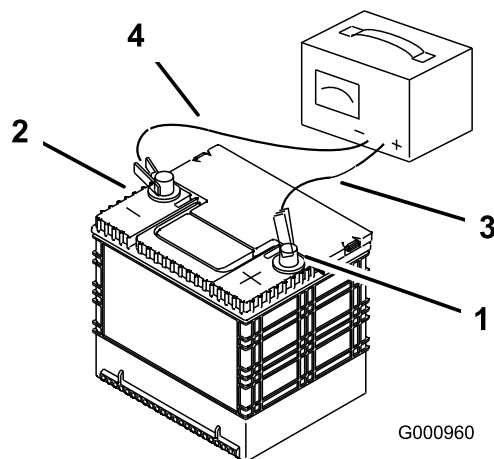

Figura 65
2. Quando la batteria è completamente carica, staccate il caricabatterie dalla presa elettrica e scollegate i cavi di ricarica dai poli della batteria (Figura 65).